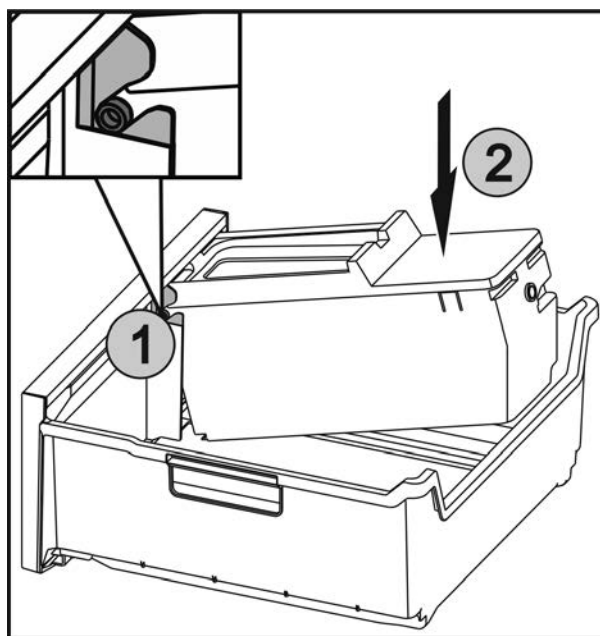

Fig. 40
- ▶ Вставить оси Fig. 40 (1) на EasyTwist-Ice в направляющие и вдавить заднюю сторону Fig. 40 (2) до фиксации накладки.